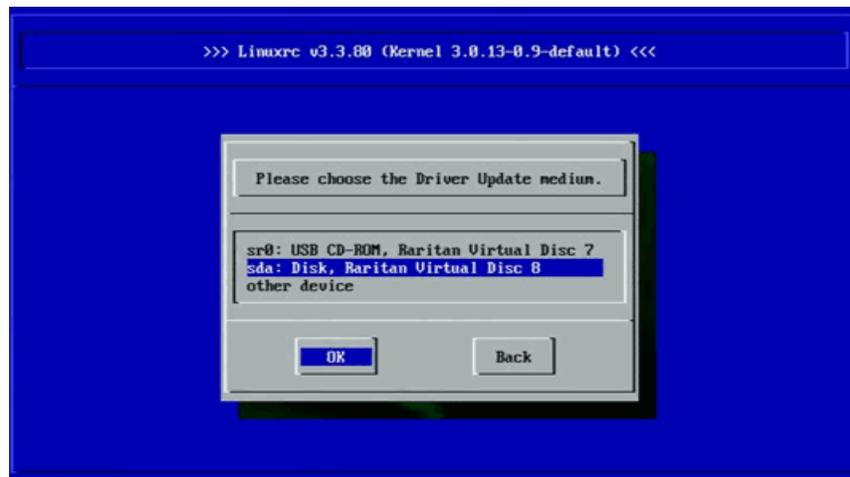
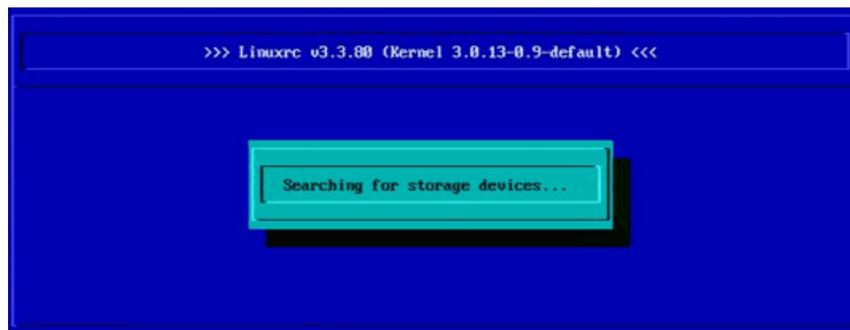

Ilustración 14-15. Selección de los soportes de actualización de los controladores
Ilustración 14-16. Carga de los controladores
2. Siga las indicaciones para elegir el soporte de actualización de los controladores (Ilustración 14-15) y cargue los controladores (Ilustración 14-16).